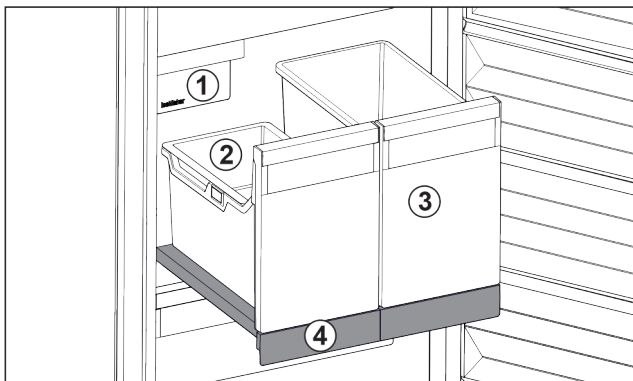

Fig. 27 Витяжна панель IceTower
На витяжній панелі є два високі резервуари (IceTower). В резервуарі Fig. 27 (2) кубики льоду з IceMaker збираються та зберігаються. Резервуар Fig. 27 (3) придатний для зберігання високих харчових продуктів, таких як піца та алкогольні напої.